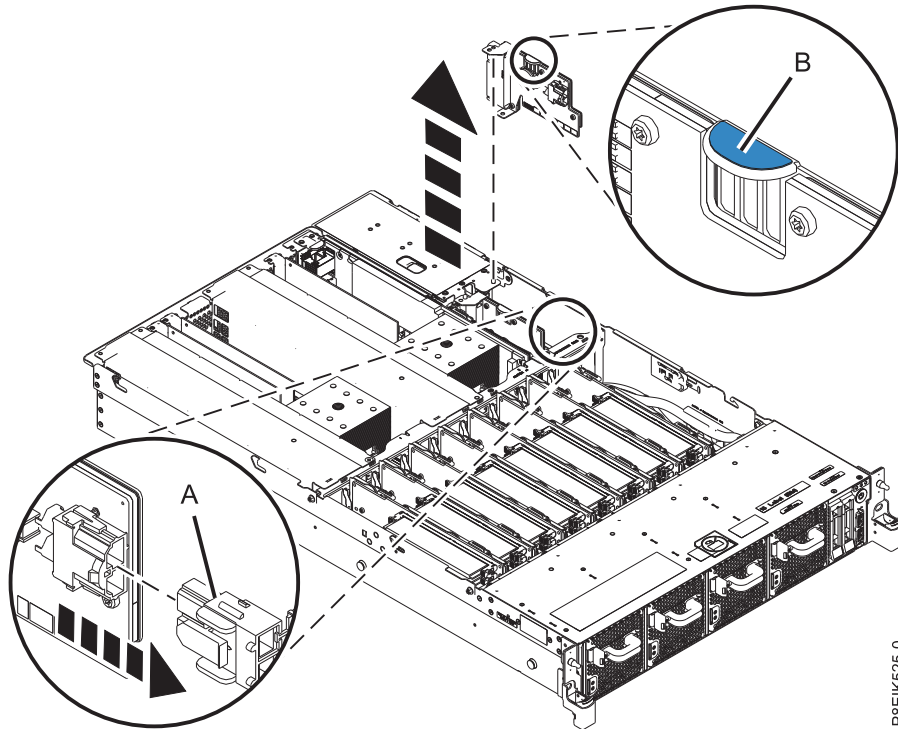

Figura 99. Extracción de una tarjeta de expansión de alimentación del sistema
- a. Si procede, desconecte el cable de alimentación del ventilador de la tarjeta de expansión de alimentación, **(A)** en la Figura 99 en la página 87, presionando la palanca de liberación del mecanismo de cierre con el dedo pulgar.
- b. Tire de la tarjeta de expansión de alimentación para sacarla de la ranura sosteniendo la pestaña azul. Vea **(B)** en la Figura 99 en la página 87.